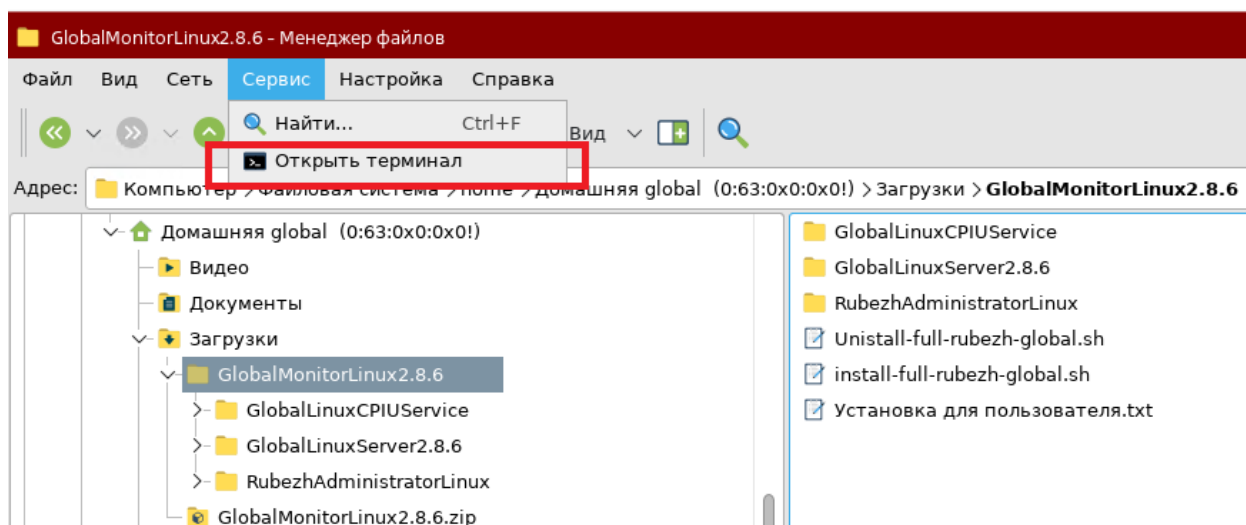

Рисунок 1.1 – Открыть терминал в текущей директории
6. Находясь в папке с файлом скрипта `install-full-rubezh-global.sh`, на панели инструментов выбрать пункт «Сервис – Открыть терминал» (рисунок 1.1).
2. Из папки дистрибутива, открыв терминал через «Сервис» (рисунок 1.1), выполнить: